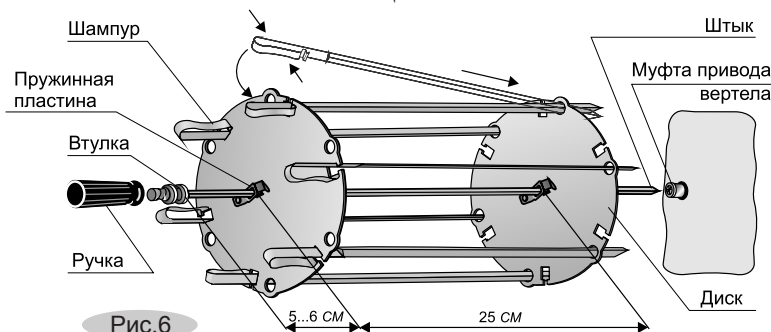

Рис.6
- Сжав пружинные пластины, оденьте диск на штык и установите его на расстоянии 5-6 см от втулки (рис.6).